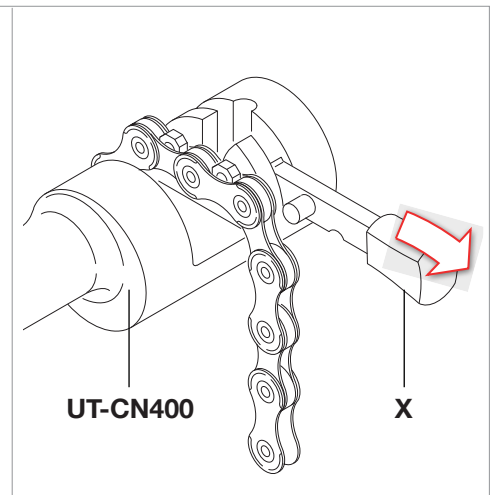

Abb.3
- Das Werkzeug UT-CN400 wie in (X) Abb. 3 gezeigt positionieren.
- Das Kettenglied, das geöffnet werden soll, in das Werkzeug UT-CN400 (Abb. 3) einsetzen und dabei darauf achten, dass am Ende ein Innenglied zu liegen kommt;